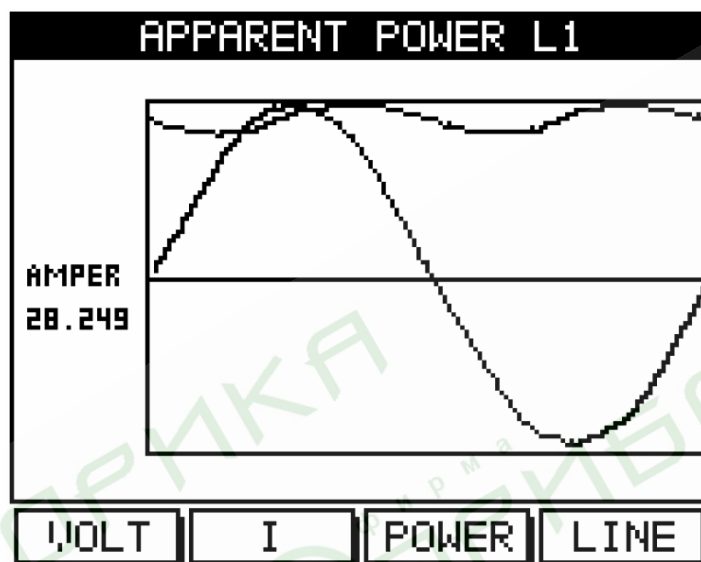

Рис. 34
1. Нажмите «Power» (F3). На дисплей будет выведен график полной мощности (рис. 34):